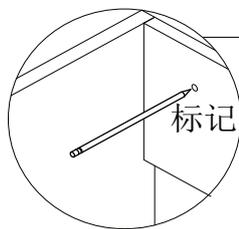

图9
② 如图9所示, 用笔标记锚栓孔位后(两处), 将柜体暂时取下, 在墙上钻 $\varnothing 8 \times 80$ 的孔(2个)。